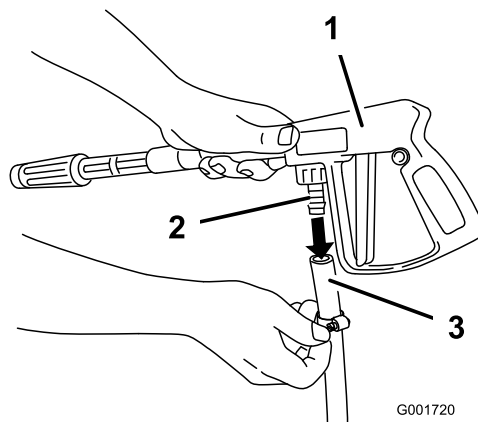

図 11
1. ホース(長)の另一端をスプレー・ガンのフィッティングにつなぐ(図 11)。